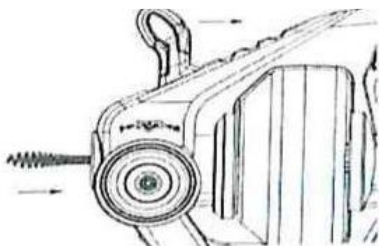

Рисунок 6
2) Легко нажмите на переключатель скорости, потяните рукоятку назад в положение R, гибкий вал уйдет назад (рис. 6).